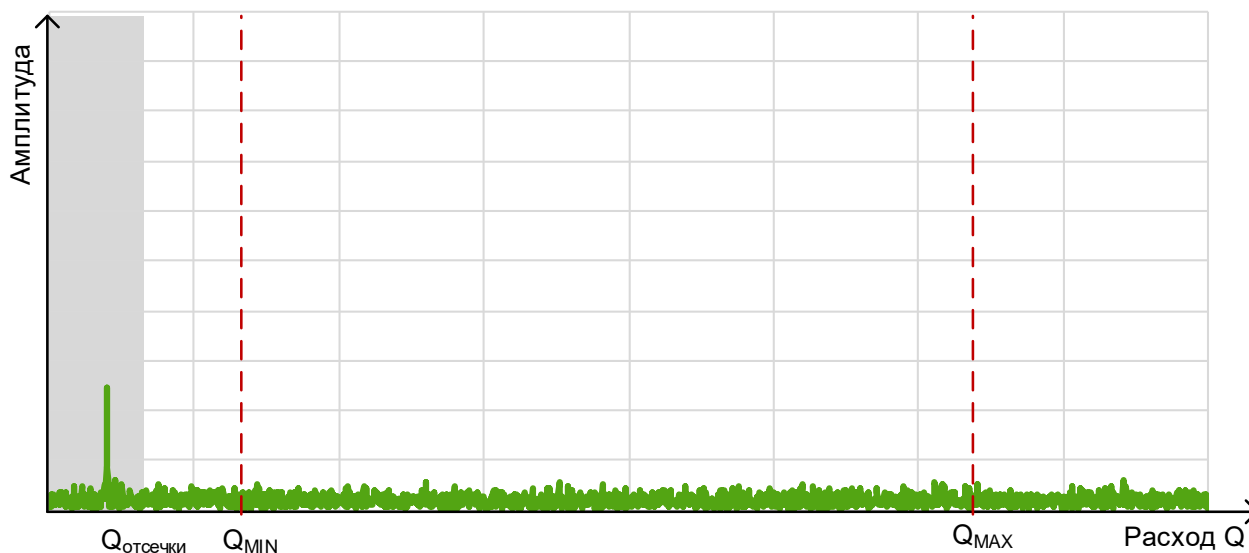

Рисунок 9.9 – Фильтр по минимальному расходу
**Фильтр по минимальному расходу** (см. *рисунок 9.9*) является простым способом борьбы с самоходом, когда помеха близка к минимальному расходу. Если фильтр установлен выше минимального расхода, то паспортный диапазон будет снижен.